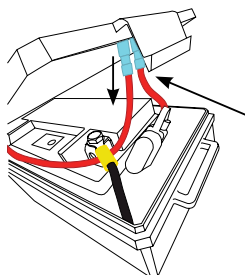

Fig. 2
- 2.** À l'intérieur, vous verrez deux fils rouges menant à l'interrupteur à bouton-poussoir sur le couvercle du boîtier de la batterie (Fig. 2). Débranchez soigneusement les fils de l'interrupteur en saisissant les connecteurs bleus et en les tirant doucement hors de l'interrupteur. Vous ne pourrez pas ouvrir complètement le couvercle tant que ces fils ne seront pas déconnectés.